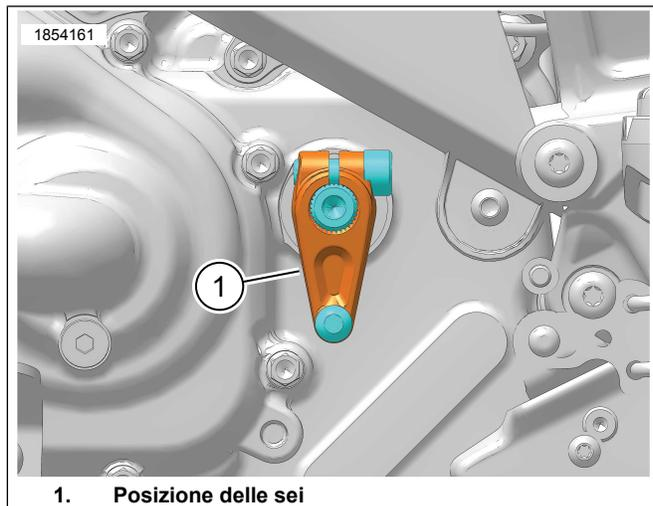

Figura 4. Posizione corretta della leva dell'albero del cambio
Vedere la figura 4. Assicurarsi che la leva dell'albero del cambio sia orientata sulle ore sei (1).